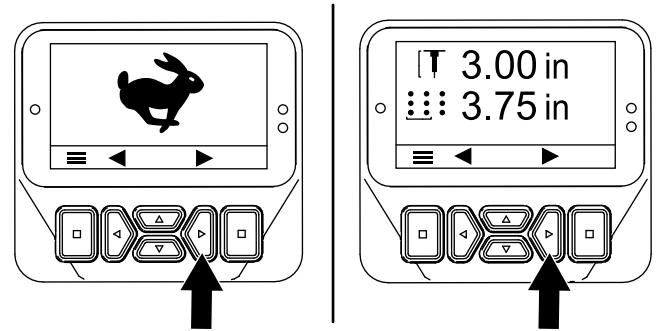

Figure 57
3. Appuyez sur le bouton vers la droite jusqu'à ce que l'écran Setting the Tine Quantity (réglage du nombre de louchets) s'affiche (Figure 57).